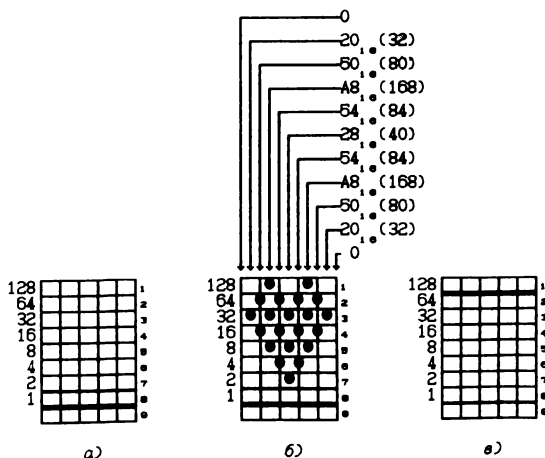
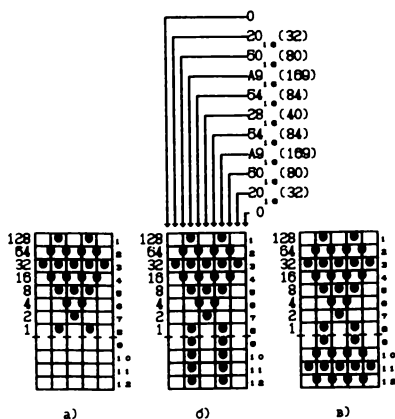
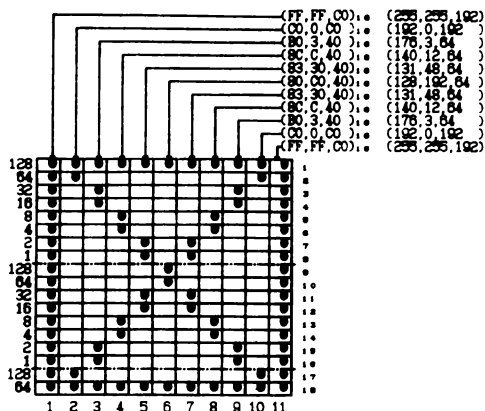
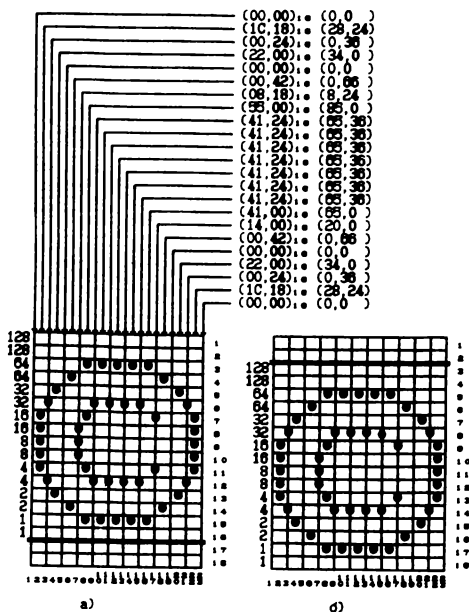

Рис. 5.1. Сетки для представления черновых символов в 9-игольчатых принтерах
Рис. 5.2. Возможность представления 12-точечных черновых символов в 9-игольчатых принтерах (в IBM-P-ориентированном формате)
Рис. 5.3. Сетка для представления символов NLQ в Epson-ориентированном формате
Рис. 5.4. Сетки для символов NLQ в IBM-P-ориентированном формате
Символ удобно представлять на специальной сетке, показанной на рис.5.1,а, где вертикальные колонки обозначают позиции печати по горизонтали, а горизонтальные колонки — иголки печатающей головки. Размер загружаемого символа принято определять размером сетки, на которой он описан.
Рассмотрим процесс построения символа черногового качества на сетке 9×11 (см. рис. 5.1), используемой, в частности, в устройствах фирмы Epson, в отечественных устройствах ЕС7245, ЕС7144 и им подобных, в 9-игольчатых принтерах фирмы IBM.
Самая нижняя точка символа обычно расположена на восьмой строке, однако существуют символы с так называемыми "хвостами", например буквы "р", "у". Двойная линия на рис. 5.1,а,б показывает место, до которого могут располагаться точки символов, не имеющих "хвостов". Символы, имеющие "хвосты", будут располагаться ниже этой линии. Однако, в этом случае нельзя разместить точки в самом верхнем ряду описания (см. рис. 5.1,в). Ситуация, отраженная на рис.5.1,в, обычно называется "опускание на 9-ю иголку" и здесь используются 8 нижних иголок из 9.
В распространенных 9-игольчатых принтерах черновые встроенные символы (кроме символов псевдографики), как правило, используют не 8 иголок, а 7. Жирная линия на рис.5.1,а,б показывает часть сетки, в которой обычно располагаются точки загружаемого символа, не имеющего "хвоста", чтобы он размещался в строке так же, как встроенные. Если символ, изображенный на рис.5.1,б, опустить на 9-ю иголку, то он окажется расположенным между двойной и жирной линиями (см. рис.5.1,в).
Если имеет место опускание на 9-ю иголку, то каждая точка окажется ровно на один ряд ниже. На рис. 5.1 справа от сеток указываются номера рядов, а слева — "вес" каждого ряда, описывающего колонку. Значение байта, описывающего данную колонку, получают просуммировав "веса" рядов, в которых для описываемой колонки стоят точки. Должны быть описаны все 11 колонок, независимо от того, пусты они или нет. На рис.5.1,б над сеткой приведены и шестнадцатеричные, и десятичные значениями байтов описания символов.
Например, а = 139 означает, что символ не надо опускать на иглу 9 (т.е. он расположен как показано на рис.5.1,а), и в пропорциональном режиме выведутся все 12 (включая последнюю пустую) колонок. Другой вариант — а = 11; здесь ширина символа та же, но он опускается на иглу 9, как показано на рис.5.1,б.
Пример, представленный ниже, загружает символ, приведенный на рис. 5.1,б. Он загружается в код символа "А" (4116 (65)).
Признаки 12-точечной псевдографики позволяют, хотя и с ограничениями, определять символы на сетке  $12 \times 11$  (рис. 5.2) вместо  $9 \times 11$ . Символ с признаком псевдографики печатается за два прохода. В рядах 9—12 (они отделены пунктирной линией) располагается "хвост" символа. На рис. 5.2 обозначения аналогичны обозначениям на рис. 5.1.
Данные, описывающие символ, определяют наличие или отсутствие точек в восьми верхних рядах. Остальные четыре ряда формируются принтером одним из двух способов: если колонка содержит точку в 8 ряду, то точка попадает также в ряды 9—12 этой колонки (рис. 5.2,б). Признаком размножения точек является 1 в бите 0 атрибута  $a_1$ . Ряды 9—12 полностью повторяют ряды 1—4. Такой символ называют "символом с тенью" (рис. 5.2,в). Его признаком служит 1 в бите 1 атрибута  $a_1$ . При печати символов с тенью режим NLQ игнорируется.
Параметры  $(d_1 d_2 d_3)_j$  определяют  $j$ -ю колонку ( $0 \leq d_1, d_2, d_3 \leq 255$ ). Число байт, необходимых для описания символа, определяется как  $3 \times a_2 + 3$ . Параметр  $d_1$  описывает верхние 8 рядов колонки,  $d_2$  — следующие 8 рядов,  $d_3$  — последние два ряда (используются два старших бита параметра  $d_3$ ). Единичное значение бита в параметре, описывающем колонку, означает наличие точки в соответствующем месте колонки. На рис. 5.3 показана основная часть символа. Обозначения на нем аналогичны обозначениям на рис. 5.1. Штрихпунктирной линией разделены ряды, описываемые в разных параметрах. "Вес" рядов, точки которых печатаются во втором проходе, выделены более жирным шрифтом.
Программа, представленная ниже, загружает символ, приведенный на рис. 5.3. Символу присвоен код "A" ( $41_{16}$  (65)).
Символ описывается на сетке 18×23 (рис. 5.4). Пользователь описывает 23 колонки, 24-я (пустая) добавляется автоматически при печати. Каждая колонка задается двумя байтами: первый сообщает принтеру, какие точки выводятся в первом проходе, а второй — во втором.
Хотя головка выводит 9 точек, для каждой колонки можно задать только 8 точек на один проход. На рис. 5.4 двойная линия отделяет два неиспользуемых ряда сетки. Двойная линия на рис. 5.4,а показывает место, до которого располагают точки символов, не имеющих "хвостов": задействованы 16 верхних рядов из 18. Ситуация, отраженная на рис.5.4,б, как и ситуация на рис. 5.1,в, носит название "опускание на 9 иглолку": здесь в каждом проходе используются 8 нижних иглолок из 9, в итоге участвуют 16 нижних рядов из 18.
На рис. 5.4 "веса" рядов, точки которых печатаются во втором проходе, выделены более жирным шрифтом. Колонки пронумерованы снизу (от 1 до 23). Значения параметров приведены на рис. 5.4,а сверху. Значения параметров, задаваемых для второго прохода, выделены более жирным шрифтом.